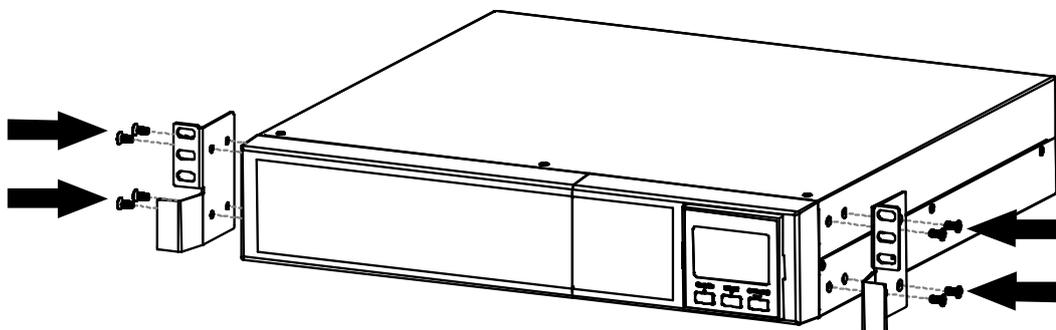

Рисунок 8
13. Прикрепите переднюю часть ИБП к стойке, используя один болт М5×12 с полукруглой головкой и одну закладную гайку М5 на каждой стороне (см. рис. 8). Установите нижний болт на каждой стороне сквозь нижнее болтовое отверстие монтажного кронштейна и рельсовой направляющей.